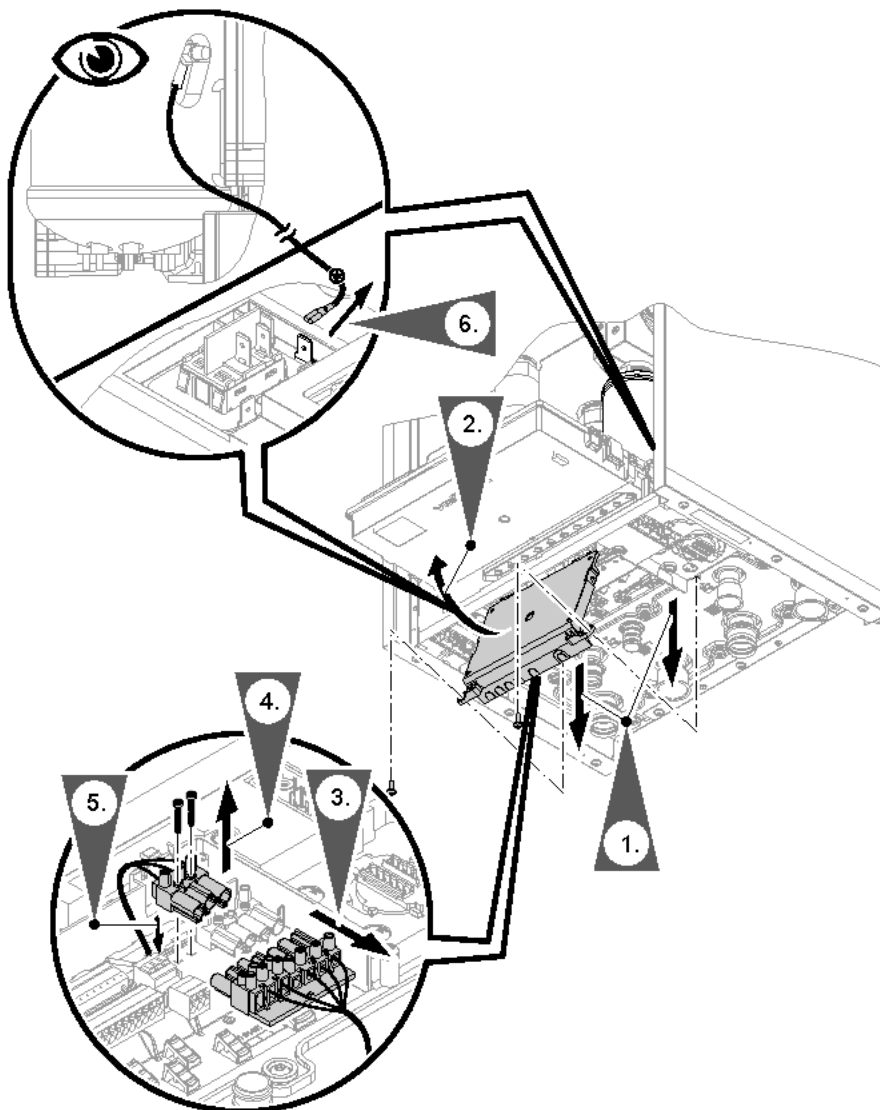

Abb. 85
- Anschlüsse Heizwasser-Durchlauferhitzer: Stecker der Netzanschlussleitung: Siehe Kapitel „Netzanschluss Heizwasser-Durchlauferhitzer“ und Abb. 85.